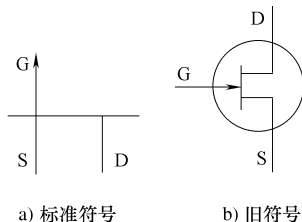

图 5-80 P 型沟道结型场效应晶体管电路符号
3. P 型沟道结型场效应晶体管电路符号 (见图 5-80)